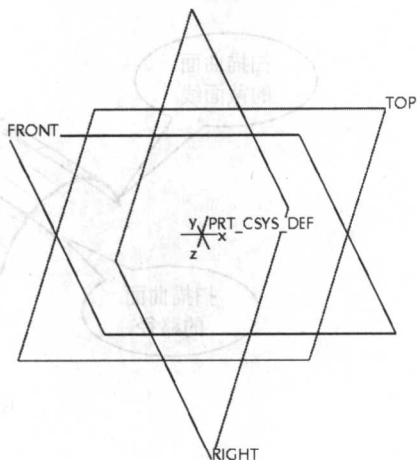

图 1-7
- (2) 单击 New 对话框中的 **OK** 按钮，这时，在模型显示区中，显示了系统默认的基准平面，如图 1-7 所示。